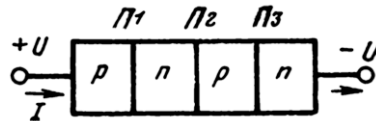

Рис. 1. Структура двухэлектродного тиристора (динистора)
9. В изображенной на рис. 1 структуре двухэлектродного тиристора (динистора):